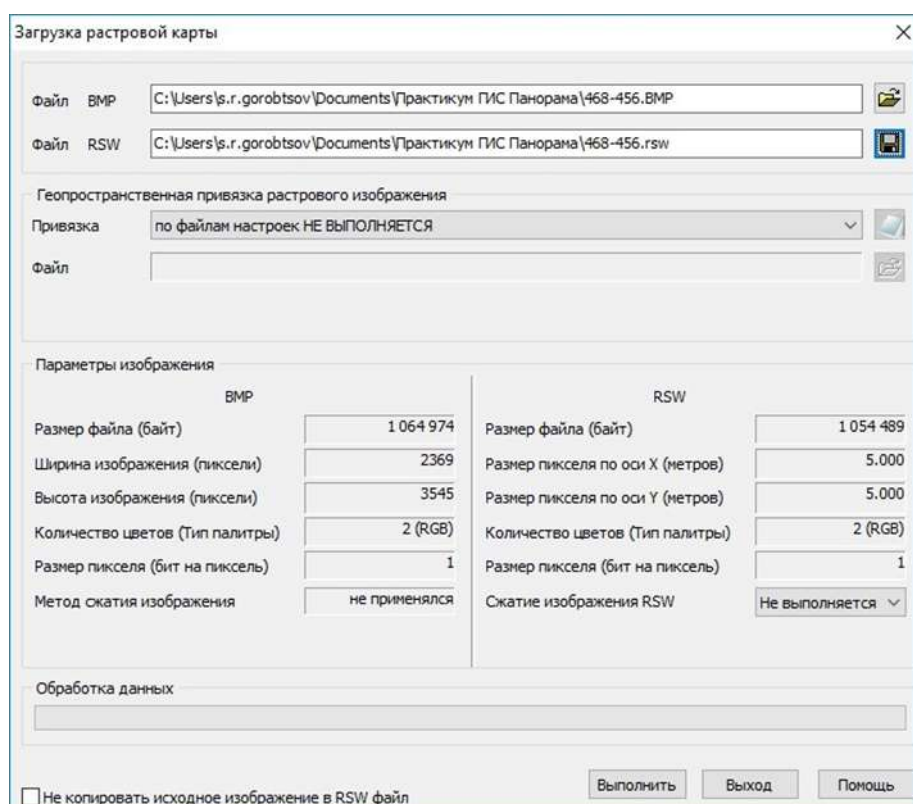
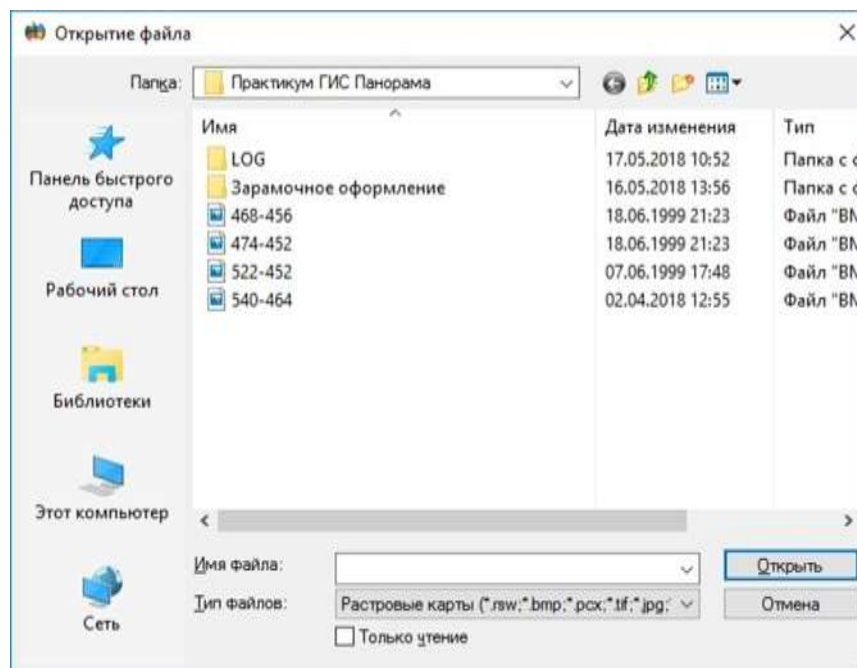

Рис. 4. Пример диалога выбора растра
Рис. 5. Пример ввода файла растра
8. Добавить в план растровое изображение. Для этого выбрать команды в меню Файл/Добавить/Растр/. При выборе файла растра в строке «Тип фай лов» выбрать тип bmp (рис.4). Другую информацию в этом окне не вносить. Нажать кнопку **Да**. Пример диалога ввода растра приведен на рис. 5.